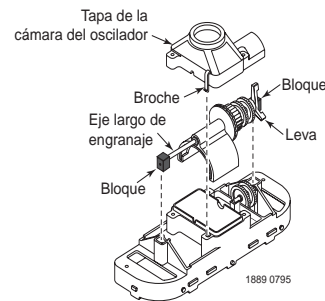

Figura 23a
3. Gire la ensambladura de la parte baja del cuerpo hacia arriba. Desabroche los dos broches localizados en la tapa de la cámara de oscilación (Figura 23a); levántela.
4. Hale el eje largo de engranaje hacia arriba (Figura 23a) por los bloques en los extremos del eje. Sujete los sellos en el oscilador y los bloques en el eje. La leva podría interferir con el trinquete de montaje del eje, de ser así gírela levemente en el eje hasta que esté fuera del trinquete. La ensambladura del eje puede ser ahora desmontada.